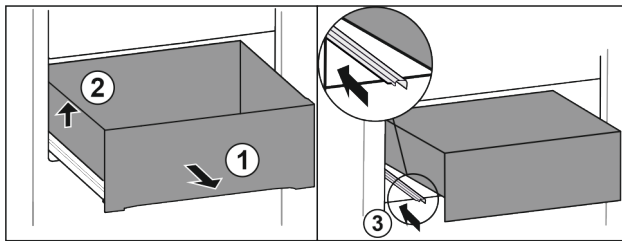

Fig. 90
- Estrarre il cassetto fino all'arresto. Fig. 90 (1)
- Sollevare il cassetto a sinistra. Fig. 90 (2)
- Inserire la guida sinistra. Fig. 90 (3)